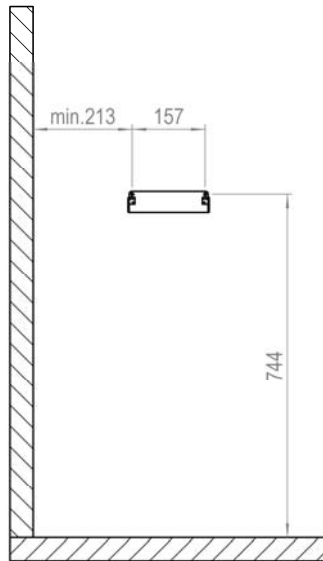

Fig.3b
- De wandhouder met de twee bijgevoegde houtschroeven 5x35 met inachtneming van de minimale afstanden op de saunawand schroeven (zie fig.3b).